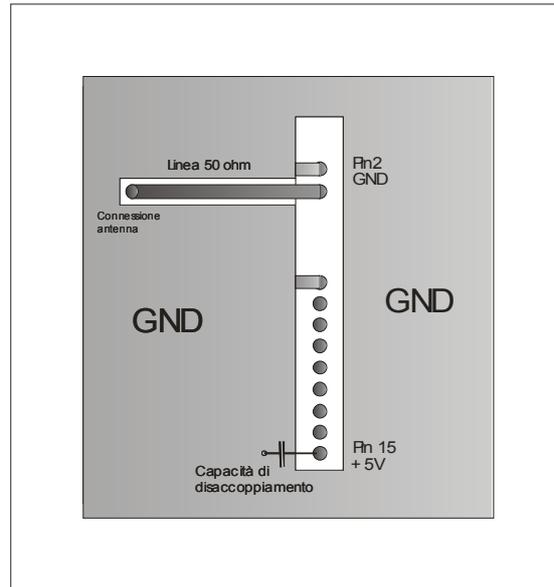

Fig. 2 – Piano di massa
1. Deve circondare al meglio la zona di saldatura del ricevitore. Il circuito deve essere realizzato in doppia faccia, con collegamenti passanti sui piani di massa ogni 15 mm circa. Vedi fig.2